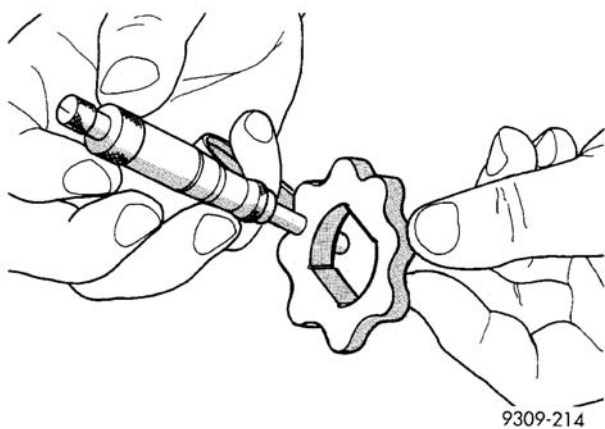

图 99 测量内转子厚度
- (4) 如果内转子的测量值为 9.40mm(0.370in.)或更小，应更换转子（图 99）